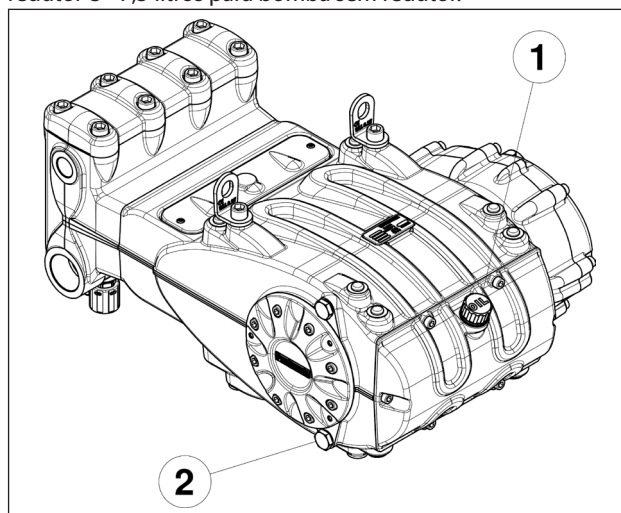

Fig. 3
Verifique o nível do óleo com a vareta da haste do nível do óleo especial, equipada de entalhes de mínimo e máximo ①, Fig. 3. Se necessário, complete até repor o nível.
A troca do óleo é executada com bomba de temperatura de trabalho, removendo: a haste do nível do óleo pos. ②, Fig. 3.